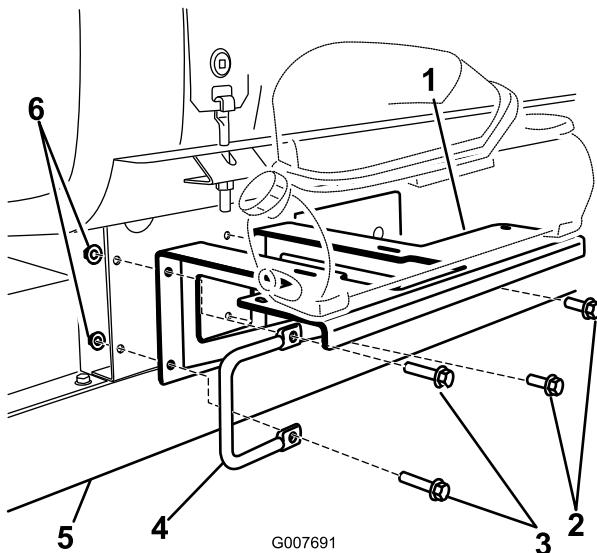

Figura 6
3. Montate la staffa sul telaio mediante 2 bulloni (3/8 x 1-1/4 pollici), 2 rondelle &Nut3_8 e 2 dadi flangiati &Nut3_8, inclusi nelle parti sciolte, insieme alla maniglia sinistra e agli elementi di fissaggio rimossi in precedenza (Figura 6).